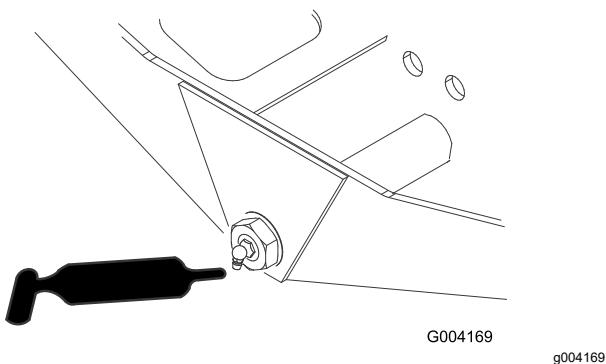

Figure 70
- Pivot de direction d'essieu (1) (Figure 70)